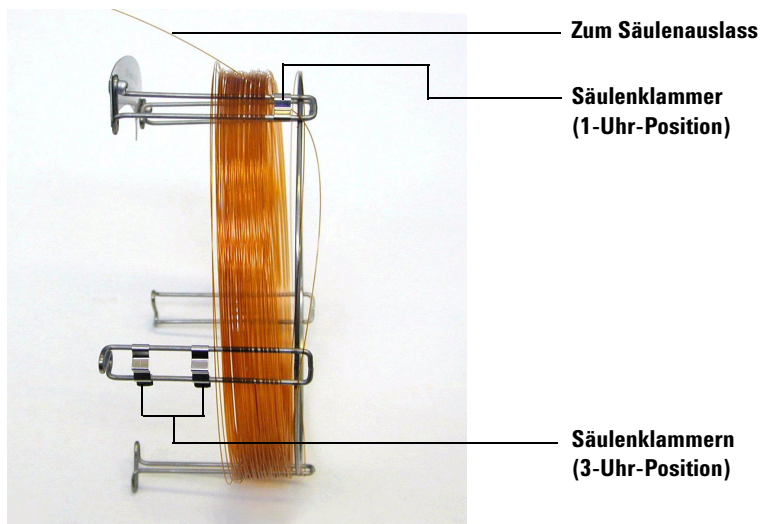

Abb. 5 Säule durch die 1-Uhr-Position geführt
- 4 Führen Sie die Auslassseite der Säule durch die Klammer an der 1-Uhr-Position, sodass der Säulenauslass in Richtung Vorderseite des Säulenkäfigs zeigt. Siehe Abb. 5.